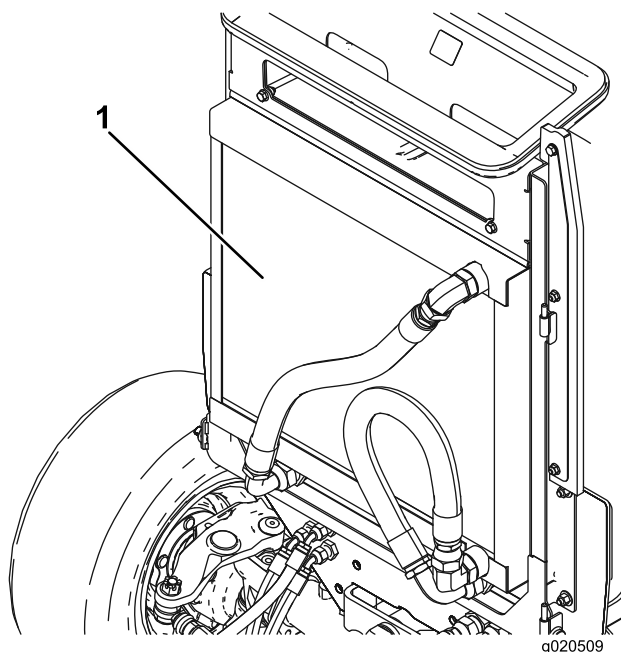

Рисунок 103
4. Тщательно очистите сжатым воздухом область с обеих сторон радиатора/маслоохладителя (Рисунок 103). Начните спереди и сдувайте мусор назад. Затем произведите очистку с задней стороны, сдувая мусор в направлении вперед. Повторите эту процедуру несколько раз до полного удаления сухой травы и мусора.